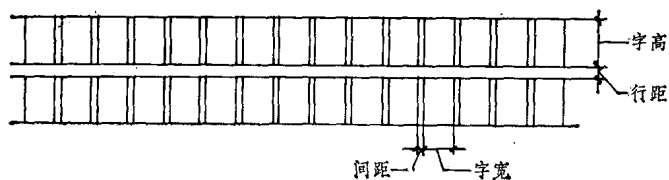

图 1-21
1. 字体格式: 为了保持字体长宽整齐, 书写时应先打好字格。字格高宽比例, 一般为 3:2, 为了使字行清楚, 行距应大于字距 (图1-21)。